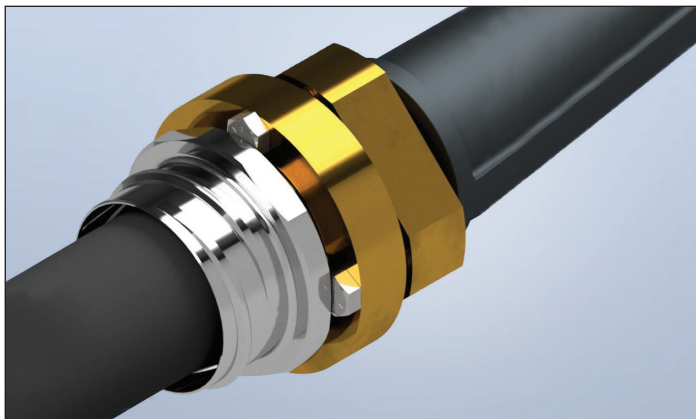

Figure 1-12
7. Remontez l'adaptateur de conduite flexible dans la bride arrière et serrez-le (figure 1-12). **ÉVITEZ DE TROP SERRER** l'adaptateur de conduite flexible!